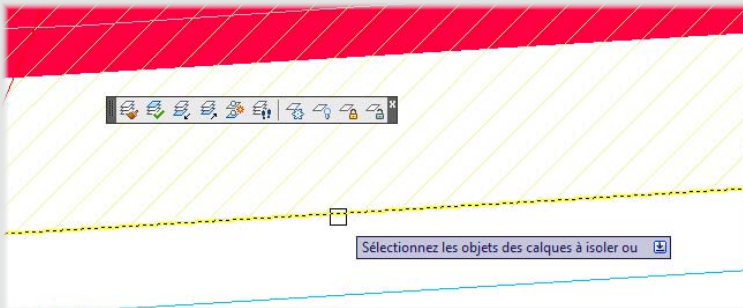

Figure 16
10. Choisissons les objets à isoler – ici, les murs – (voir Figure 16).